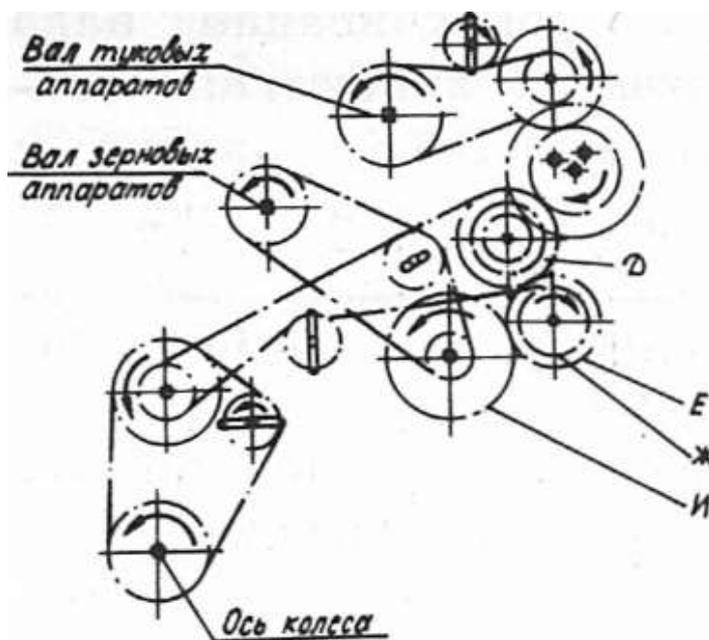

Рис. 3. Схема механизма передач сеялок СЗ-3,6 и СЗУ-3,6
2. По номограммам (рис. 3 и 4) определяется (согласно заданной нормы высева семян и заданной культуры), передаточное отношение и длина рабочей части катушки. Необходимое передаточное отношение на вал высевающих аппаратов подбирают перестановкой двух пар зубчатых колес в редукторе, в результате чего получают четыре значения передаточного числа для сеялок типа СЗ-3,6 и СЗП-3,6 и шесть значений для сеялки